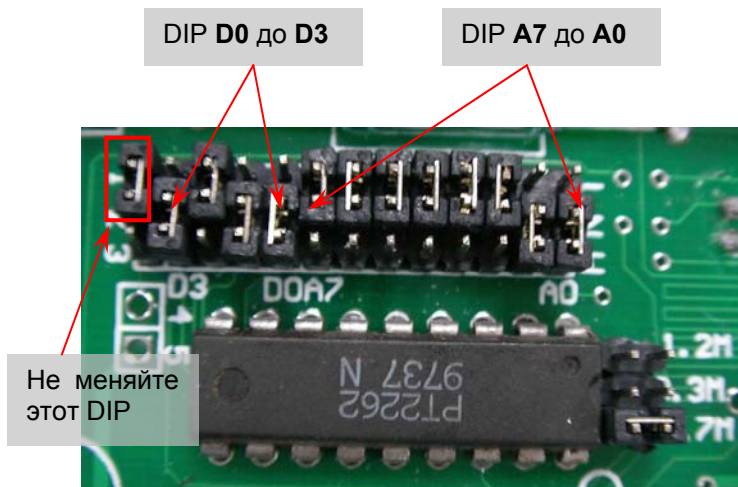

Рис.5 DIP переключатели датчика открывания окон/ дверей
1. Откройте корпус датчика открывания окон/дверей (используя отвертку с плоским концом подцепите начиная снизу). Внутри имеется длинный ряд DIP переключателей (см. Рис.5).
Например, на рис. 5 установлено 1101